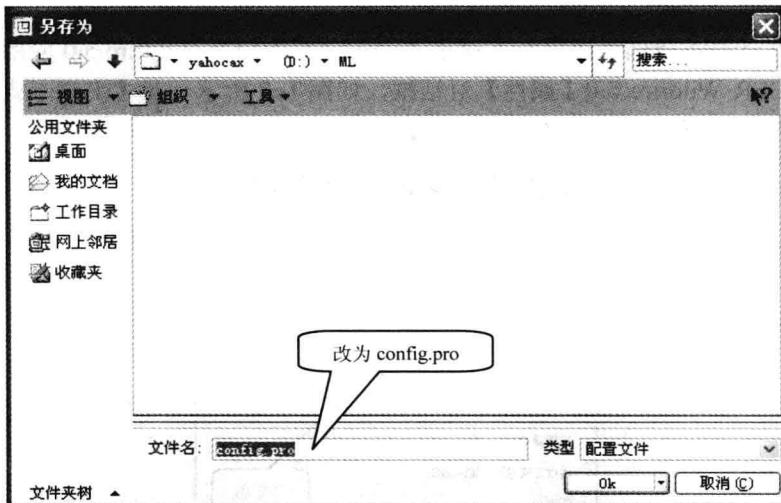

图 1-11 【另存为】对话框
STEP 3 在【选项】对话框中单击 按钮，Pro/ENGINEER 系统弹出【另存为】对话框，如图 1-11 所示。将图示中的【文件名】文本框改为 config.pro，单击 按钮，在 Pro/ENGINEER Wildfire 5.0 的【起始位置】就创建了 config.pro 文件。